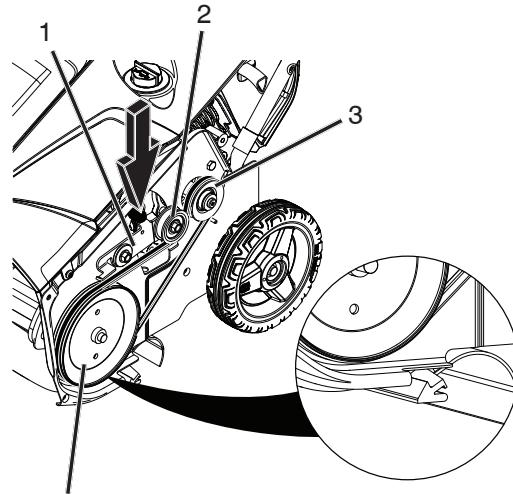

Figure 35
4. Poser la nouvelle courroie trapézoïdale de la tarière et la poulie d' entraînement, acheminer la courroie comme indiqué dans la Figure 35.
REMARQUE: Acheminer la nouvelle courroie trapézoïdale en premier autour de la poulie du moteur, puis de la poulie tendeur et enfin autour de la poulie d' entraînement en appuyant sur l'avant du bras de renvoi. (Figure 35).